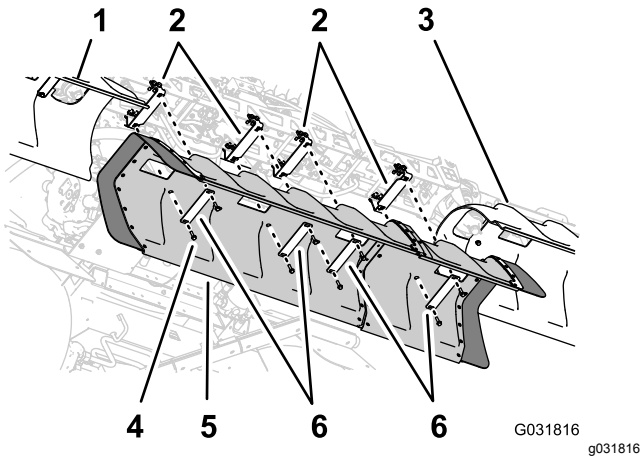

Figura 154
1. Allineate i fori nella copertura della sezione centrale con i fori nelle staffe di supporto per la copertura della sezione centrale (Figura 154).
2. Allineate i fori in 2 delle cinghie della copertura che avete rimosso al passaggio 1 di **6 Rimozione della copertura della sezione centrale (a 11 ugelli) del kit barre coperte opzionale (pagina 19)** con il flessibile nella copertura e 2 delle staffe di supporto (Figura 154).
4. Allineate i fori nelle 2 cinghie della copertura (n. cat. Toro 120-0629) con i 4 fori rimanenti nella copertura e i 4 fori rimanenti nelle staffe di supporto (Figura 154).
5. Montate le cinghie della copertura e la copertura sulle staffe di supporto (Figura 154) con i 4 bulloni a testa flangiata (5/16" x 1¼" – N. cat. Toro 323-36).